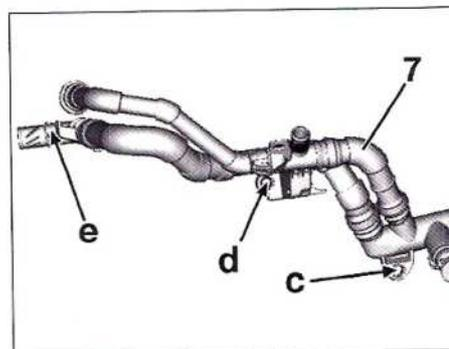

FIG. 55
- Aflojar las (C) y (D) (Fig.55).